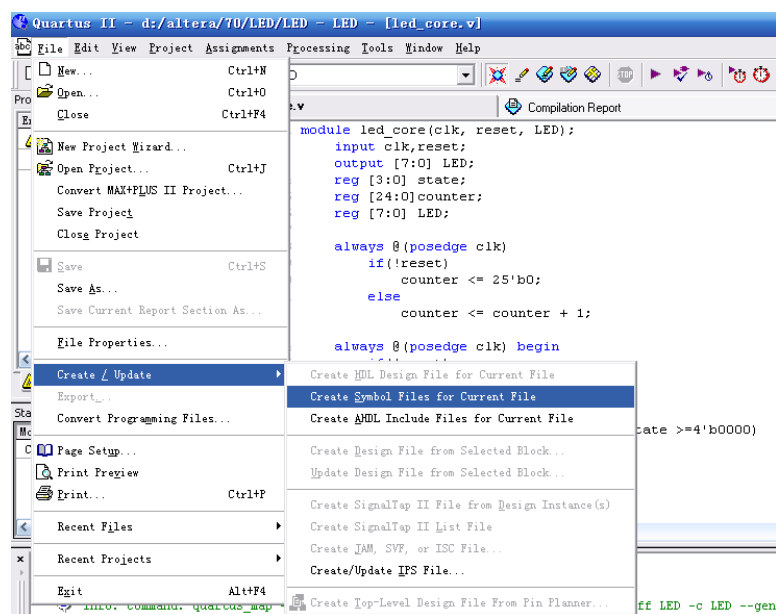

图 31 Verilog HDL 文件转化为 Symbol 文件
- d) 在 Quartus II 可以将硬件语言设计转换为原理图设计的符号单元，如图 31 所示。点击【File】->【Create/Update】->【Create Symbol Files For Current File】，将上一步的 led_core.v 文件设计转换为 Smbol 文件。